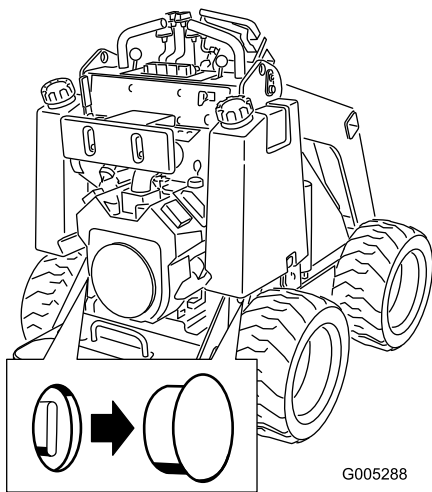

Рисунок 11
2. Снимите заглушки, закрывающие все буксировочные клапаны (Рисунок 11).